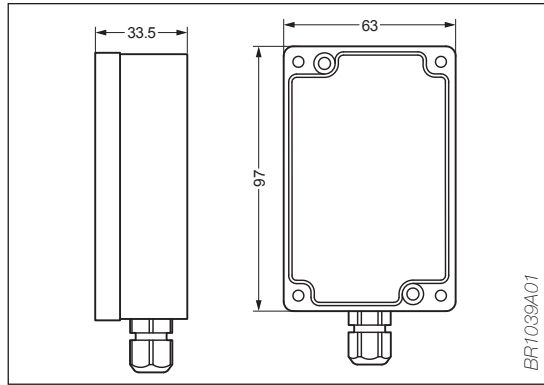

Fig. 2 - Dimensions temperature sensor
- Abb. 2: Abmessungen des Temperaturfühlers
- Fig. 2 : Dimensions de la sonde de température